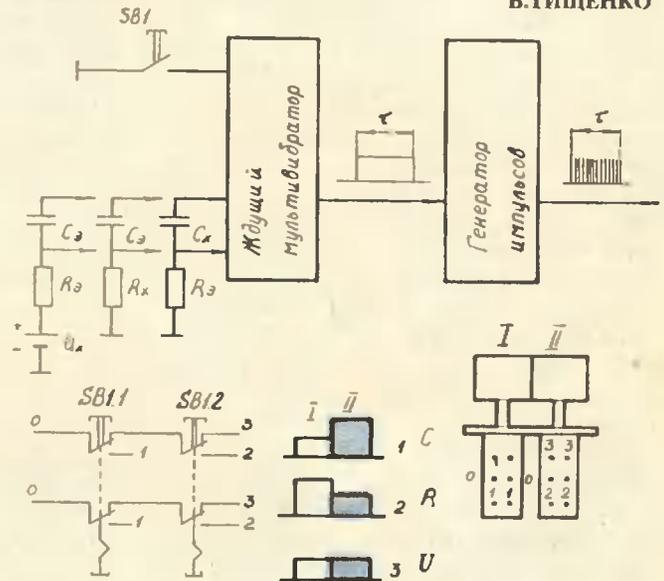

Рис. 1
Рассмотрим структурную схему (рис. 1) измерительного прибора. В приставке размещены ждущий мультивибратор и генератор импульсов. Кнопочным выключателем запускают мультивибратор. На его выходе появляется положительный импульс, разрешающий генератору выдавать на клавишу «+» счетные импульсы. Длительность (F) разрешающего импульса пропорциональна постоянной времени RC цепочки его входной цепи. От его величины зависит количество импульсов на выходе генератора, которое поступит в микрокалькулятор, а значит, и показания индикатора. Пусть, например, сопротивление резистора R_x равно 8 кОм. Тогда частоту генератора можно подобрать такой, чтобы за время t на клавишу «+» поступит 8 импульсов, а индикатор высветит число 8, соответствующее величине сопротивления. Увеличив сопротивление R_1 в 5 раз, во столько же увеличим и длительность импульсов, и генератор высветит на индикаторе число 40, что будет соответствовать сопротивлению в 40 кОм.
Казалось бы, что может быть незамысловатее обычной тесьмы. Но украсьте ею самое простое платье, и оно превратится в праздничный наряд. Особенно же красивы платья, блузки, костюмы, отделанные кружевами из тесьмы. История изготовления таких кружев зародилась в прошлом веке. Основой для них служила специальная тесьма, собранная в узорчатые завитки особыми стежками или бридами (как в вышивке «ришелье»). Сейчас промышленность выпускает тесьму, в обиходе называемую «сороконожкой». Ее также можно использовать. А с технологией изготовления кружев мы вас познакомим. Дело это не столь уж сложное. Всего несколько вечеров — и готов кружевной воротник (рис.1) или манжеты к праздничному платью, кружевная вставка или пройма для блузки.